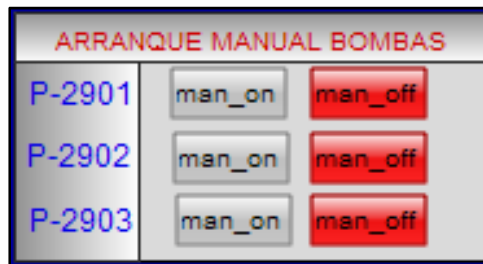

Figura F.9 Ventana de operación de las bombas
La operación de las bombas depende únicamente del PLC puesto que no hay un mecanismo de acción local de estas. La forma de encenderlas por lo tanto es directamente en la interfaz, para lo cual se tiene una ventana llamada “arranque manual bombas” desde donde se puede encender o apagar cada una de las tres bombas haciendo clic en los botones man\_on o man\_off respectivamente. Igualmente estos botones presentan dos colores, el rojo que indica que la bomba está apagada mientras que el color verde indica que la bomba se encuentra encendida. La ventana de operación de las bombas se encuentra en la parte central derecha de la interface principal y se resalta en la figura F.9:
- ✓ Apagar las 3 bombas de la columna, esto se realiza con los botones de operación de las bombas dando clic en los botones man\_off de cada bomba, ver figura F.9.